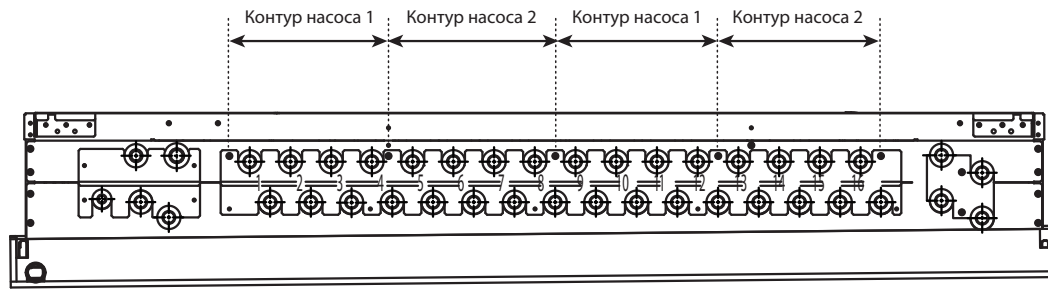

Рис. 6-2-1B
- При подсоединении объединителей к портам НВС-контроллера, разветвленная сторона объединителя не может быть соединена с комбинациями портов «4 и 5», «8 и 9» или «12 и 13». (См. Рис. 6-2-1B)
- Убедитесь, что суммарная производительность внутренних блоков подсоединяемых к портам «с 1 по 4 и с 9 по 12» или «с 5 по 8 и с 13 по 16» не превышает P175. (См. Рис. 6-2-1B)
Убедитесь, что суммарная производительность внутренних блоков подсоединяемых к портам «с 1 по 4 и с 9 по 12» или «с 5 по 8 и с 13 по 16» не превышает P175. (См. Рис. 6-2-1B)